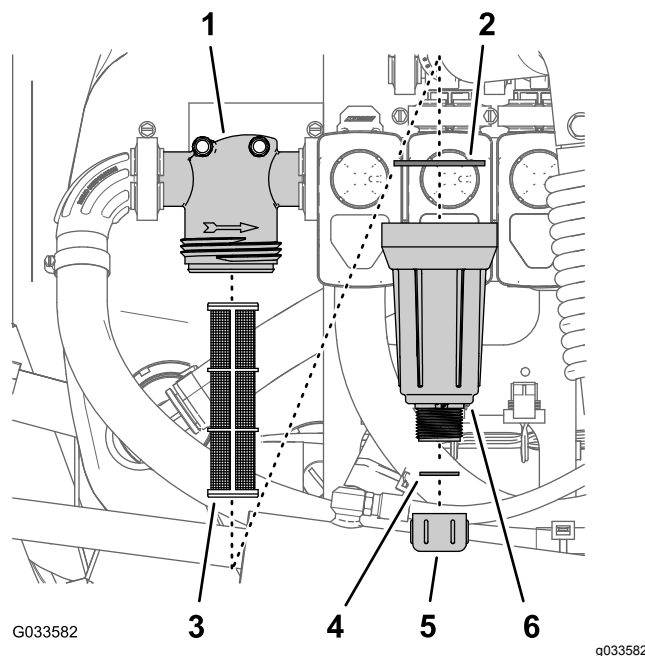

Figura 106
3. Ruotate il tappo di spurgo in senso antiorario e rimuovetelo dal pozzetto del filtro della pressione (Figura 106).
4. Ruotate il pozzetto in senso antiorario e rimuovete la testa del filtro (Figura 106).
5. Togliete il vecchio elemento del filtro della pressione (Figura 106).
6. Controllate la guarnizione del tappo di spurgo (situato all'interno del pozzetto) e la guarnizione del pozzetto (situato all'interno della testa del filtro) per escludere danni e usura (Figura 106).
7. Montate il nuovo elemento del filtro della pressione sulla testa del filtro (Figura 106).
8. Montate il pozzetto sulla testa del filtro e serrate manualmente (Figura 106).
9. Montate il tappo di spurgo sul raccordo nella parte inferiore del pozzetto e serrate il tappo manualmente (Figura 106).
2. Allineate una bacinella di spurgo sotto il filtro della pressione (Figura 106).